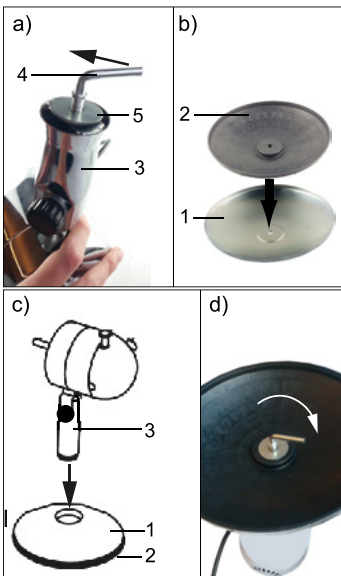

Fig.1: Montage Basis
- Lösen Sie die L-Fixierschraube (4) vom Sockel.
- Schrauben Sie sie gegen den Uhrzeigersinn ab. Abb. 1 a).
- Ziehen Sie die Unterlegscheibe (5) vom Sockel (3) ab.
- Lege Sie den Einsatz wie in Abb. 1 b) gezeigt in die Basis (1).
- Setzen Sie den Sockel auf die Basis. Abb. 1 c).